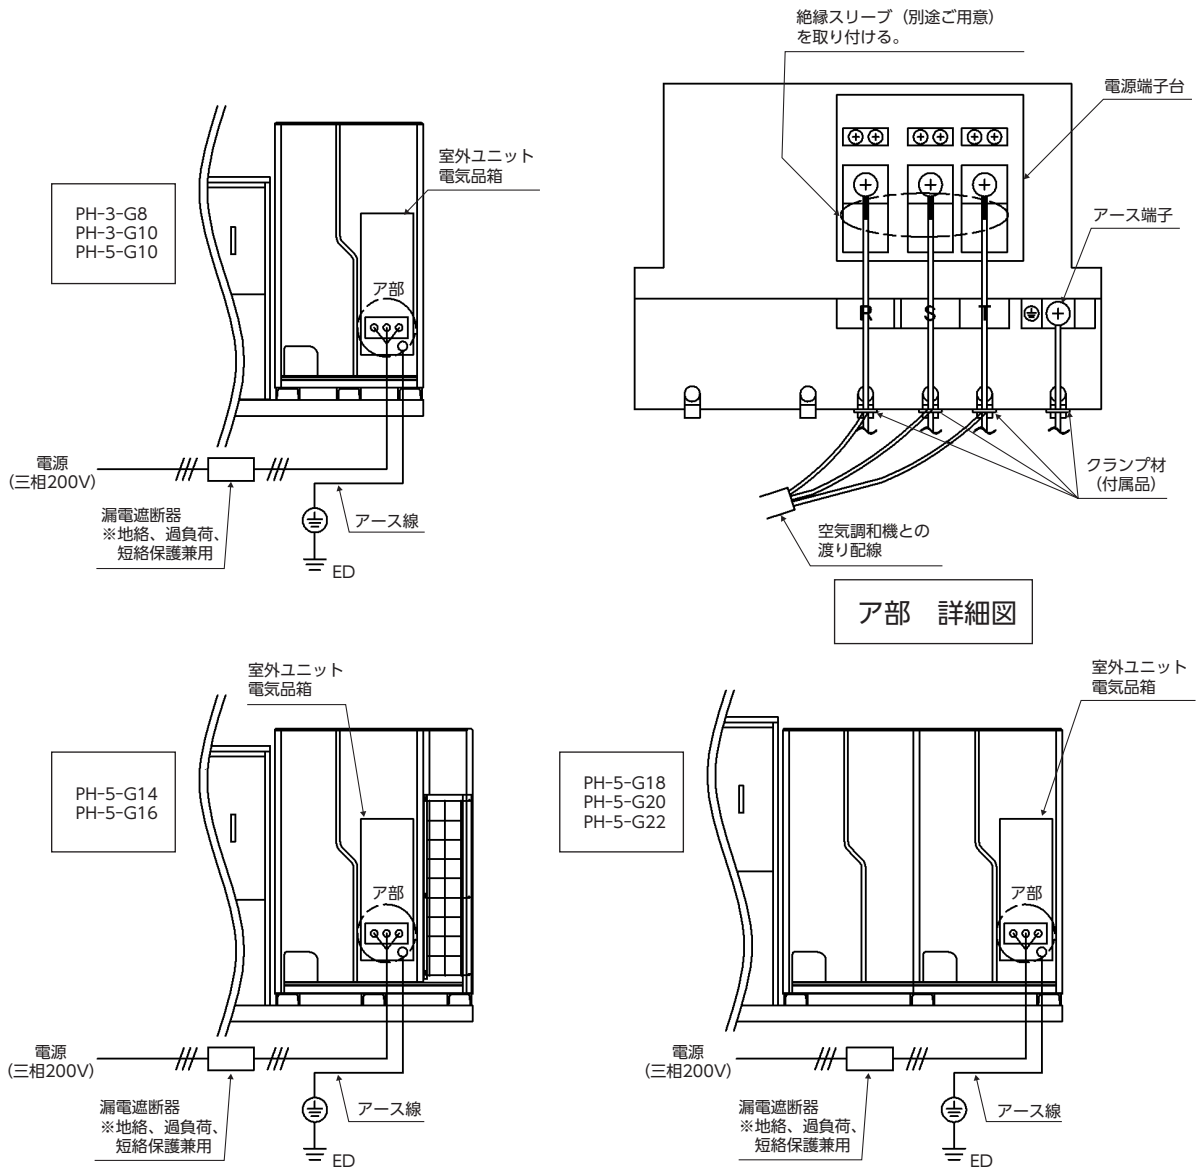

図8-3 電源配線、アース線の室外ユニットへのクランプ固定要領
- ・電源配線は必ず電源端子台に接続し、付属のクランプ材を用いて図8-3の要領で固定してください。
- ・アース線は端子部に外力が加わらないよう付属のクランプ材を用いて図8-3の要領で固定または電源配線に結束してください。